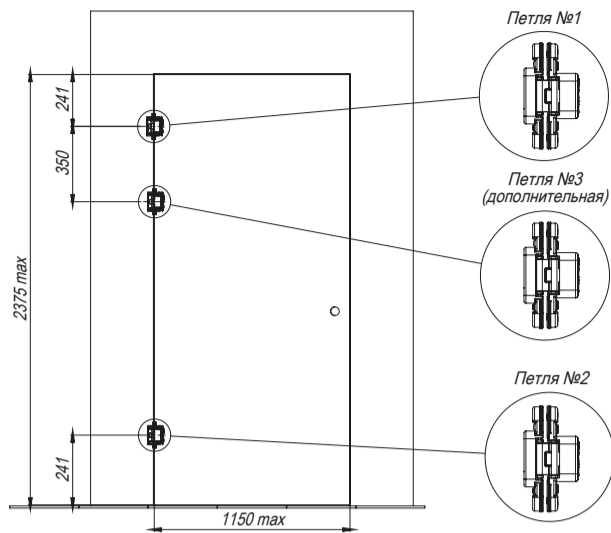
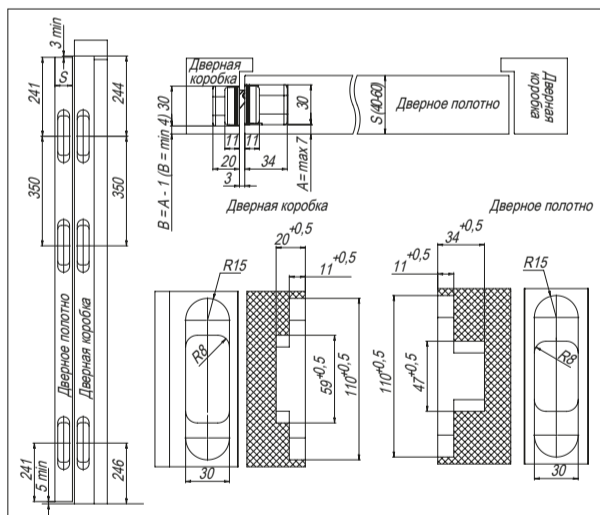

Рисунок 1 – Расположение петель.
Рисунок 3 — Размеры пазов под петли.
1. Определить количество устанавливаемых петель исходя из массы дверного полотна, наличия доводчика и дверного упора. Отфрезеровать установочные пазы под петли в дверном полотне и в дверной коробке (см. рис.1, рис.3).